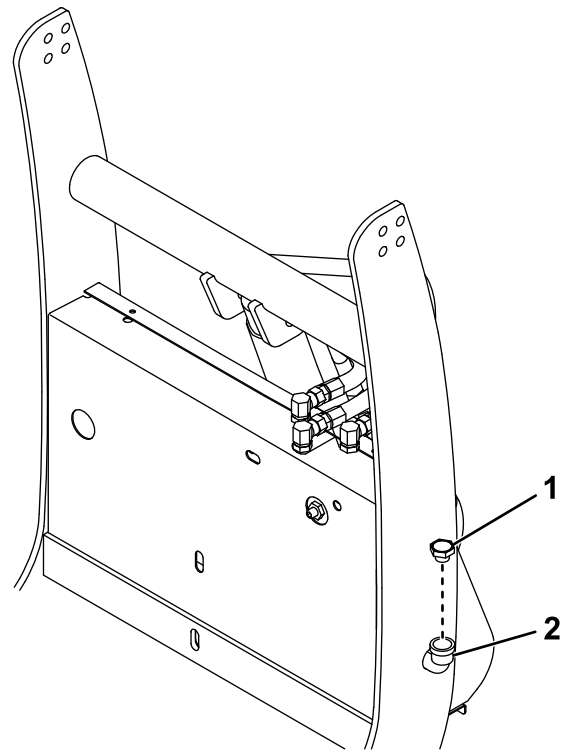

Figure 15
3. Retirez le bouchon de remplissage du réservoir hydraulique (Figure 15).